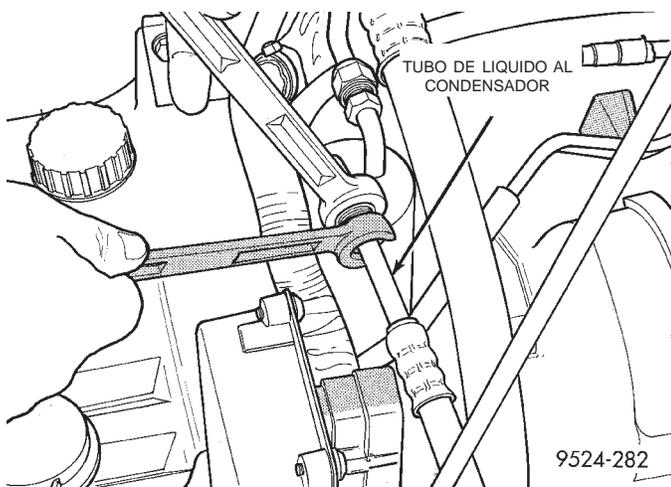

Fig. 52 Tubo de líquido del condensador
- (1) Retire el refrigerante del sistema de A/A con una máquina de recuperación de refrigerante.
- (2) Retire del condensador la tubería de líquido del filtro/secador (Fig. 52).